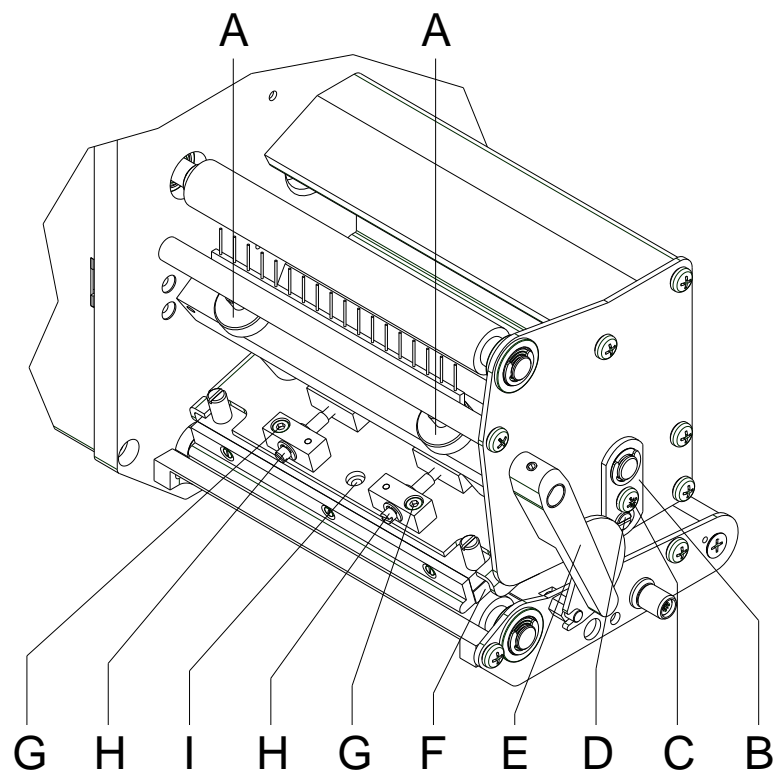

Figure 20
Après avoir régler le parallélisme s'il n'y a pas de pression régulière sur la largeur d'impression complète on peut cela régler à l'aide d'une plaque réglage (B, Figure 20).
1. Desserrer la vis (C, Figure 20) avec un tournevis environ ¼ tours.
2. Tourner l'axe excentrique (D, Figure 20) pour régler la pression et ajuster la tête d'impression jusqu'à l'impression test est correcte et a une bonne qualité.
3. Serrer encore la vis (C, Figure 20).
1. Tourner les vis (A, Figure 20) pour modifier la pression de la tête d'impression.
2. Tourner les vis (A, Figure 20) en sens des aiguilles d'une montre jusqu'à la fin ça résulte en une augmentation de la pression de 10N à l'égard du réglage d'usine.
3. Tourner les vis (A, Figure 20) exactement une rotation de la fin droite en sens inverse des aiguilles d'une montre cela résulte au réglage d'usine.